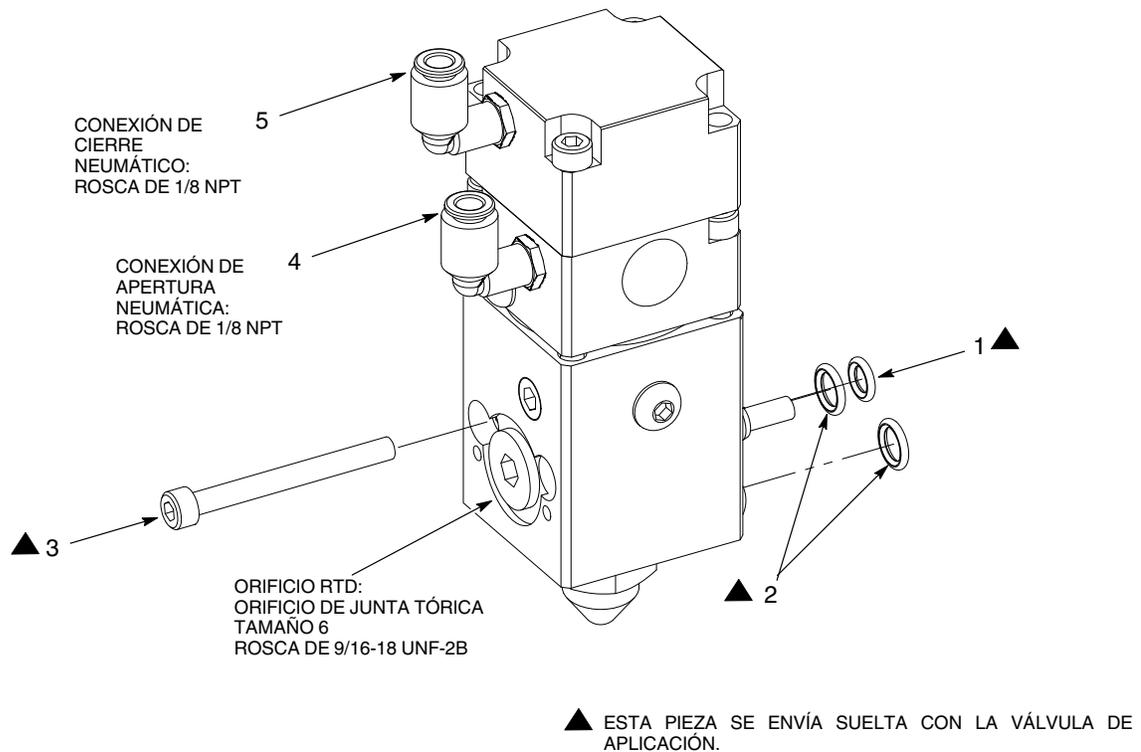

Figura 7 Válvula de aplicación de montaje de suministro (se muestra la válvula de aplicación de montaje de suministro XD)
1. Ver la figura 7. Lubricar las juntas tóricas (1, 2) con la grasa Mobil SHC 100 e instalarlas en la superficie de contacto.
2. Instalar la válvula de aplicación en el distribuidor utilizando los tornillos (3). Apretar los tornillos a 60 pulg.-lb (6,7 N•m).